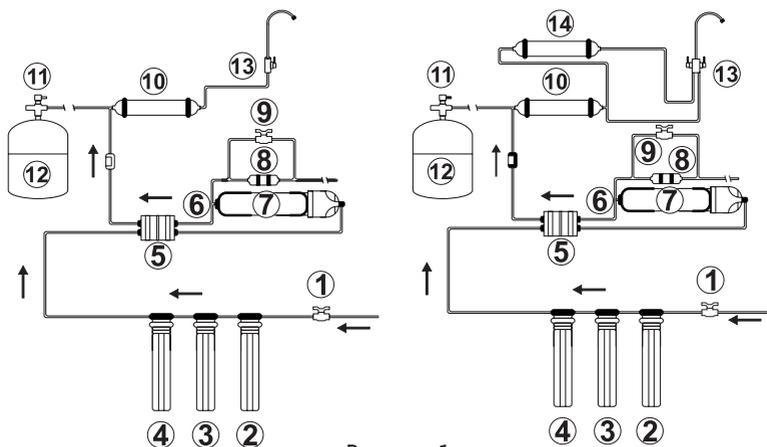

Рисунок 1
6.1.5. Соедините угловой соединительный элемент (6) с соединительным элементом крана (8). Далее соедините угловой соединительный элемент (6) и трубку (9), второй конец трубки (9) соедините с выходом картриджа **K5-Post Carbon**, согласно схеме подключения фильтров Stoewer пункту 5 (Рисунок 1, схема RO-575).